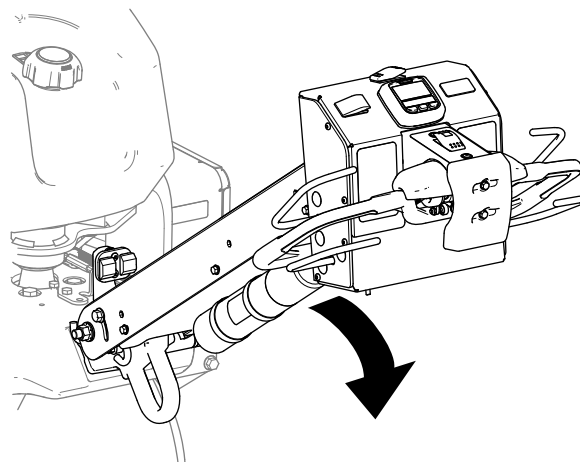

Figura 30
- Baje el manillar (Figura 30).